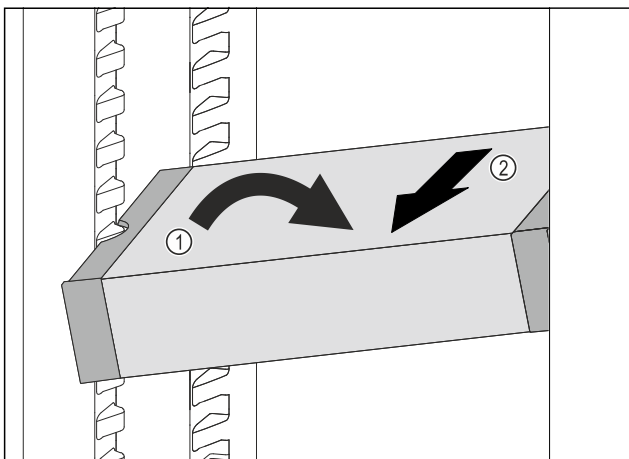

Fig. 171
- ▶ Расположите VarioSafe в холодильном отделении под наклоном. Fig. 171 (1)
- ▶ Извлеките VarioSafe движением вперед. Fig. 171 (2)